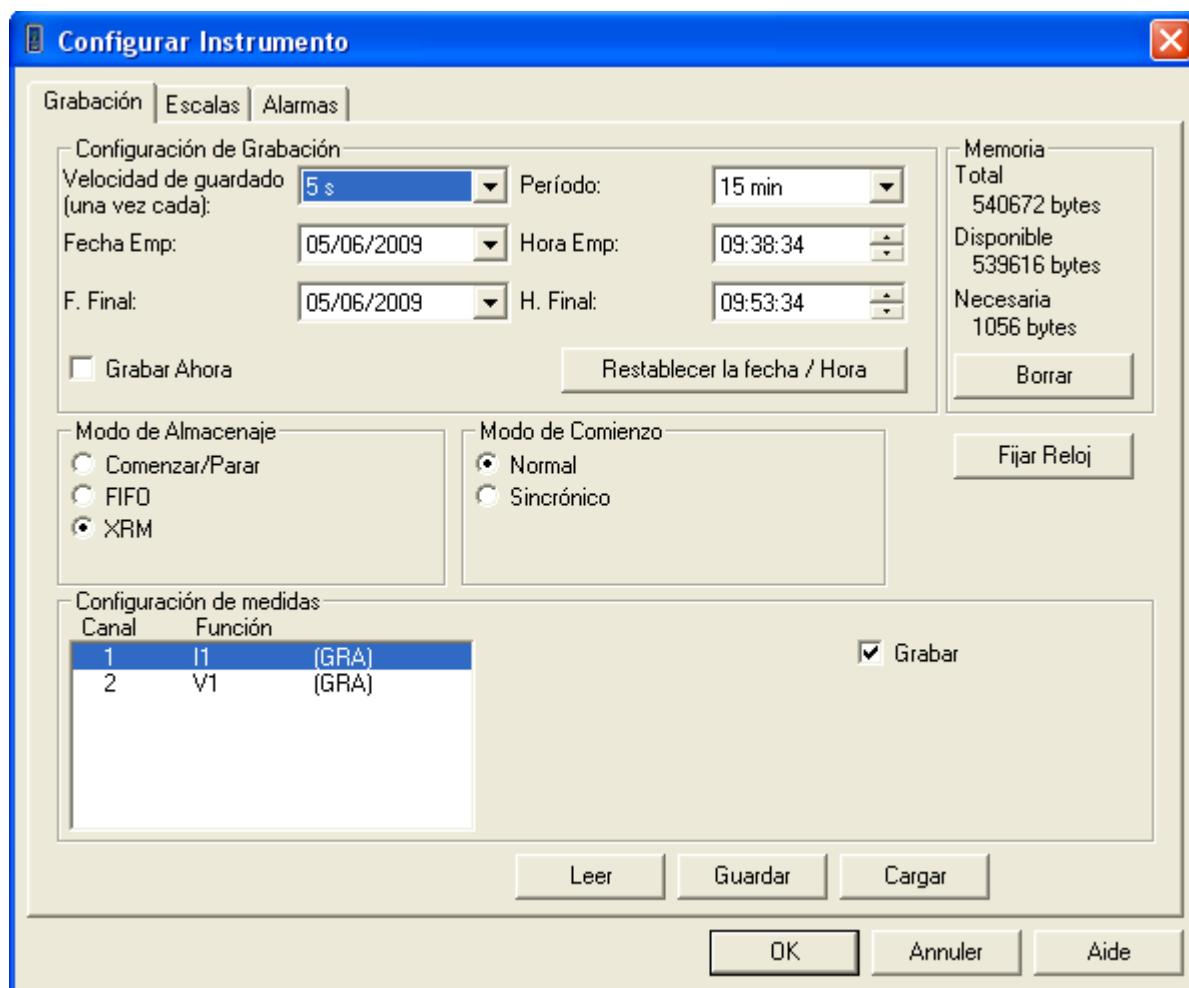

Figura 2-3
2. Seleccione luego la línea Configurar a partir del menú Instrumento. Se abre entonces un cuadro de diálogo de configuración, idéntico al que se representa a continuación (Figura 2-3).
La Figura 2-3 representa la primera página (Grabación) y le permite definir los siguientes parámetros: